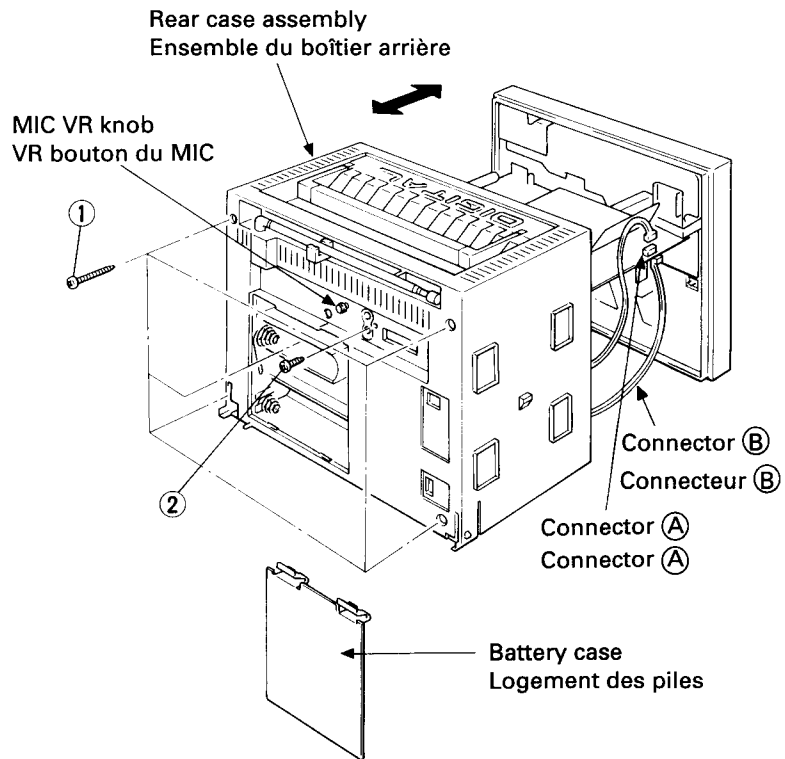

Fig.2
Remove the five screws ① and one screw ②. Pull off Mic VR knob. Pull the front case assembly forward slightly to separate it from the rear case. Disconnect connectors ③ and ④. (Fig. 2)
Retirer les cinq vis ① et la vis ②. Enlever VR bouton du micro en tirant dessus. Tirer l'ensemble du boîtier avant vers l'avant, afin de le séparer légèrement du boîtier arrière. Débrancher les connecteurs ③ et ④. (Fig. 2)